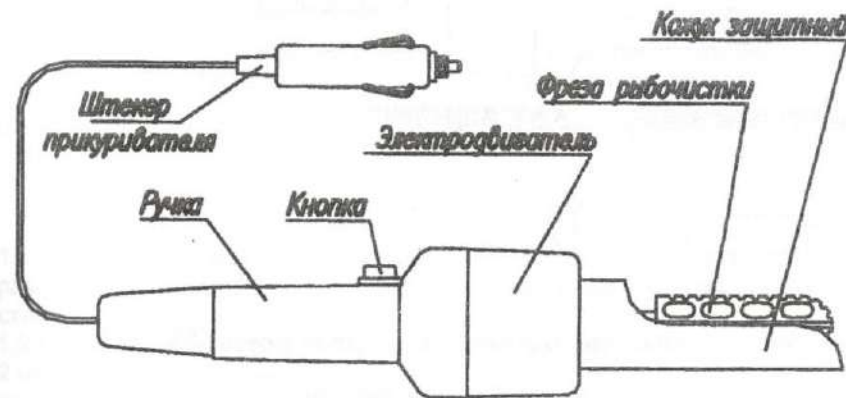

Рис. 1 Устройство изделия
4.1 Изделие (рис. 1) относится к бытовым электроприборам, работающим под надзором.
5.1 Изделие (см. рис.1), состоит из электродвигателя, фрезы рыбочистки, защитного кожуха, ручки, кнопки включения, шнура питания, адаптера питания. Фреза рыбочистки, изготовленная из нержавеющей стали, своими острыми кромками срывает чешую с рыбы. Чешуя накапливается под защитным кожухом, постепенно спрессовывается и периодически выпадает из-под кожуха.